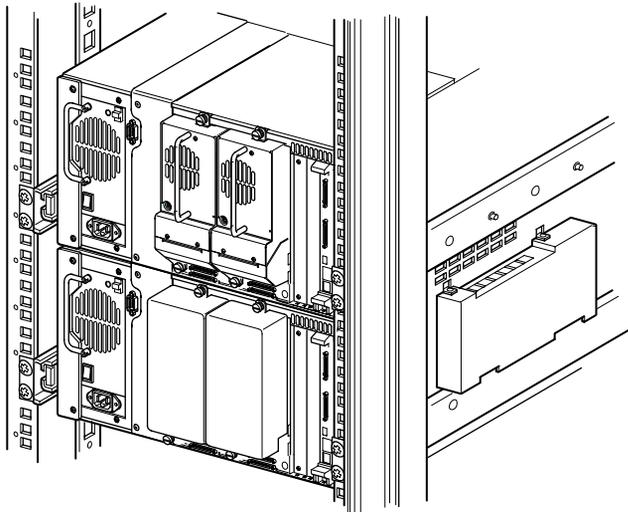

Figure 2-3. Installation de la bibliothèque MSL5026
1. Installez deux bibliothèques MSL5026, comme illustré dans la Figure 2-3, en suivant les instructions du *kit de présentation et d'installation de la bibliothèque Compaq StorageWorks MSL5026* ou du *kit de conversion pour montage en rack Compaq Storage Works série MSL5000*.